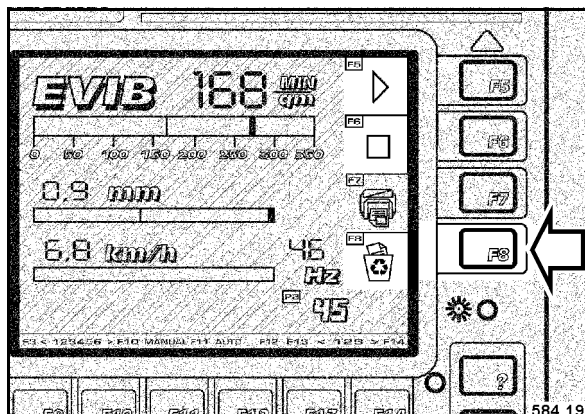

Fig. 114
- Después de no desear más impresos de este recorrido hay que pulsar la tecla F8 "BO-RRRAR" (Fig. 114) después de volver a relucir el campo de control rojo F6 „LISTO“.